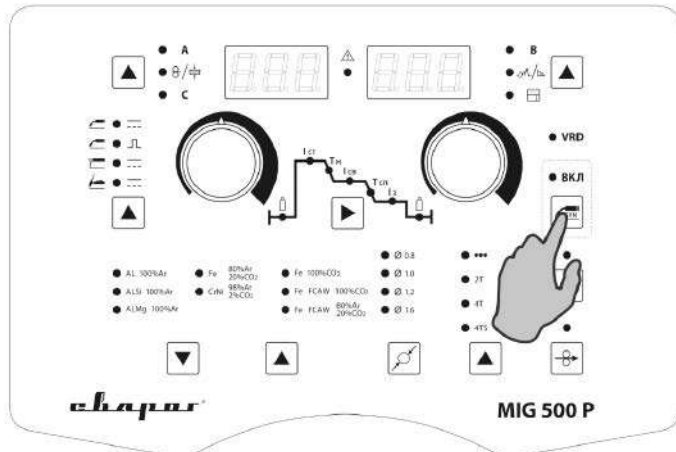

Рис. 8.7.2. Выбор режима MIG SYN.
2. Выберите режим MIG SYN (см. рис. 8.7.2) кнопкой включения синергетического режима (см. табл. 7.0.2, поз. 9).